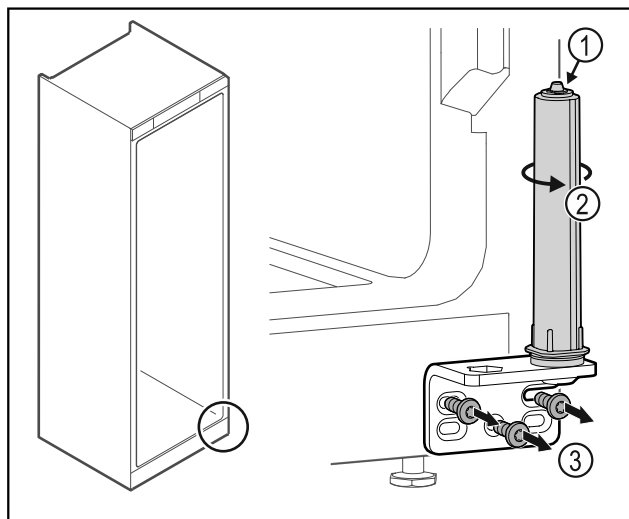

Fig. 30
- Ta inte isär dörrlåssystemet Fig. 30 (1).
- ▶ Vrid låssystemet Fig. 30 (2) tills det klickar.
- ▶ Skruva av gångjärnsfästet Fig. 30 (3).